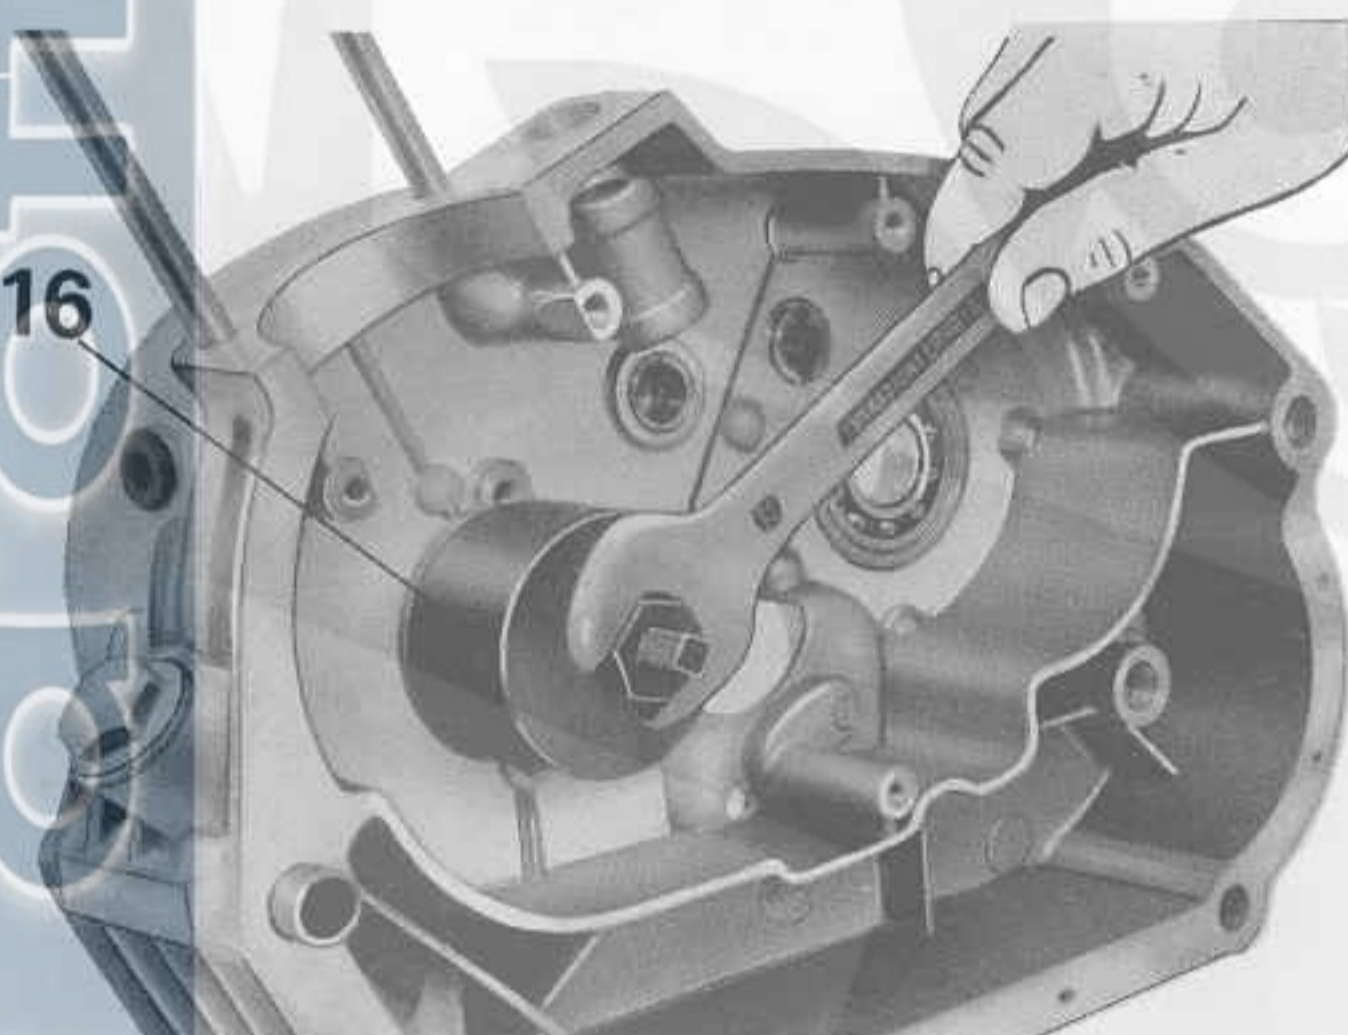

Fig. 22
- l'albero motore dopo aver svitato le viti con rosetta di tenuta, adoperando apposito estrattore n. 55908325 (16 di fig. 22);